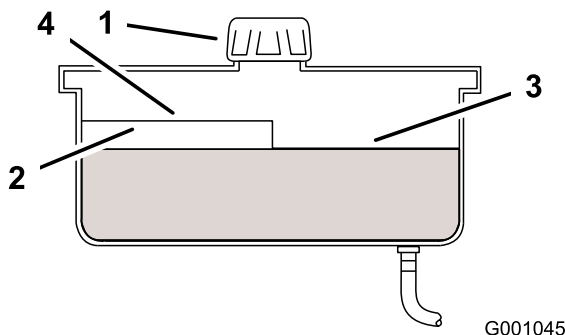

Figure 62
2. Nettoyez la surface autour du goulot de remplissage du réservoir hydraulique (Figure 62).
3. Enlevez le bouchon du goulot de remplissage et vérifiez si le réservoir contient du liquide (Figure 62).
- Remarque:** Lorsque l'huile est chaude, le niveau de liquide doit atteindre le haut du repère "à chaud" sur le déflecteur (Figure 62).